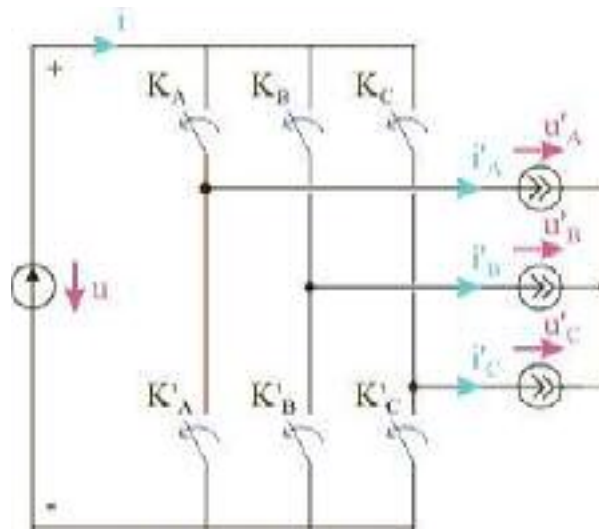

Figura 3
- Un inverter trifazat în punte este constituit din trei brațe (figura 3)